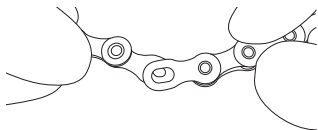

Fig.12
- Rimuovete la C-Link™, sia lato interno che esterno. (Fig. 12).